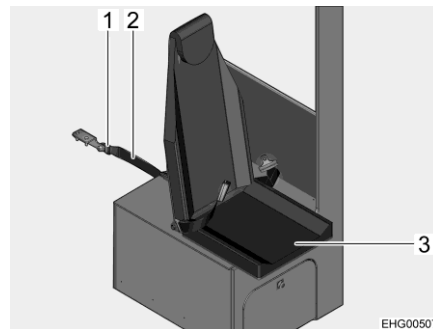

Bild 18 Stecksitz sichern
- Sicherungsgurt (Bild 18,2) in das Gurtschloss (Bild 18,1) an der B-Säule stecken.
- Sitzfläche (Bild 18,3) herunterklappen.